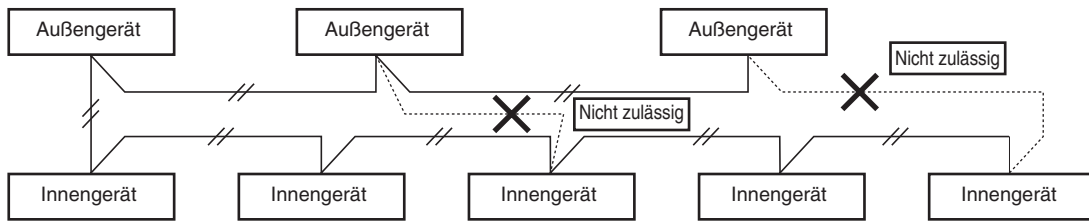

Abb. 4-3
- (1) Wenn Außengeräte innerhalb eines Netzwerks querverbunden werden sollen, muss die Kurzschlussbrücke des Abschlusssteckers aller Außengeräte bis auf eines getrennt werden. (Beim Versand: kurzgeschlossen.) An Systemen ohne Querverbindung (keine Kabelverbindung zwischen den Außengeräten) darf der Kurzschlussstecker nicht entfernt werden.
- (2) Die Steuerverbindungsverkabelung zwischen Geräten darf nicht so angeschlossen werden, dass eine Schleife gebildet wird. (Abb. 4-3)